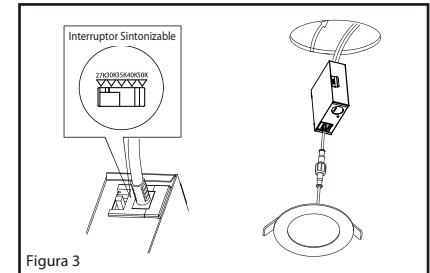

Figura 3
3. Conecte la caja de conexiones al panel LED empotrado con el conector de llave rápido. (Figura 3)
4. Mueva el interruptor deslizable a su color de luz apropiado (2700K / 3000K / 3500K / 4000K / 5000K). Coloque la caja de conexiones en el techo a través del recorte. (Figura 3)